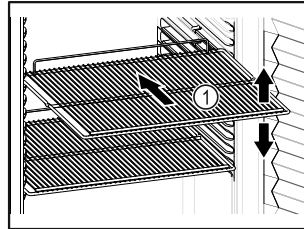

Fig. 71 Primjer izgleda
- Ako su rešetke za polaganje Fig. 71 (1) pomične, prilagodite ih po visini.